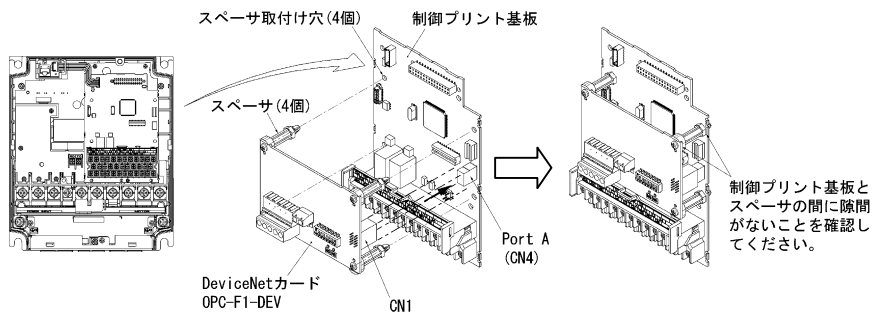

図3 FRN7.5F1S-2J~
- (1) インバータ本体のカバーを取り外し、制御プリント基板を露出してください。(図3)